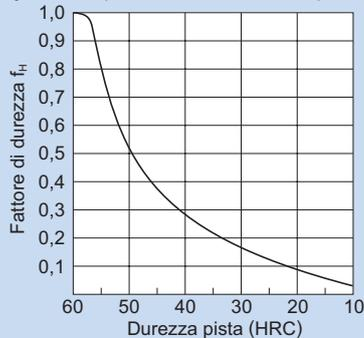

Fig. 1
- fH : Fattore di durezza (vedere la fig. 1)